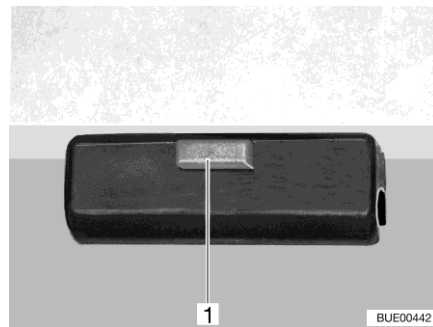

Fig. 131 Bloqueo
- Soltar el bloqueo (Fig. 131,1) del tablero de la mesa.